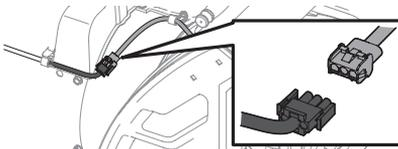

Figure 82
**NOTE :** Pour les modèles dotés d'un pare DEL sur le boîtier des tarières, débranchez le faisceau de fils avant de retirer le couvercle de courroie. Voir Figure 82.